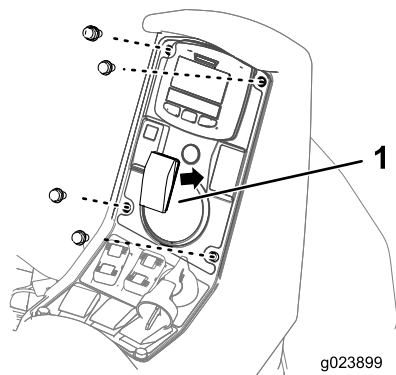

Bild 4
6. Setzen Sie den Ein/Aus-Schalter ein, wie in Bild 4 abgebildet.
Ein/Aus-Schalter für Schaum: Aktiviert den Kompressor, generiert gleichzeitig einen Schaumfluss zu beiden Auslegersektionen (Bild 4).